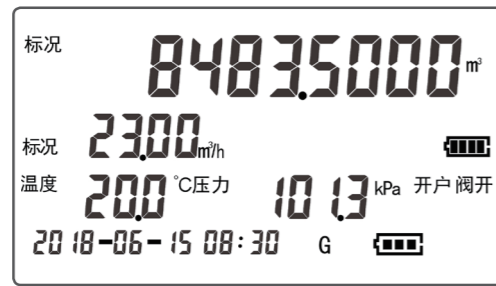

图 19
g. 开户后，第二屏界面如图 19 所示，分别显示标况总量、标况流量、温度、压力、时间以及电池等信息。当开户后“开户”显示。